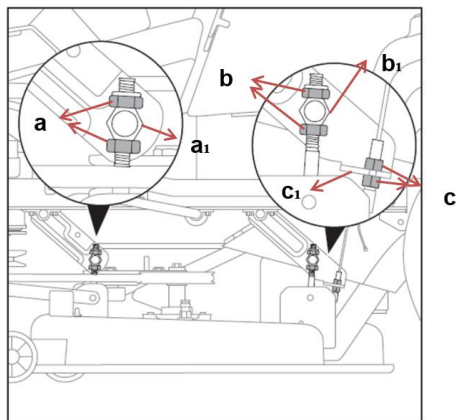

Fig.22
3. Rotiți piulițele de reglare (a,b,c) în sus pentru a ridica sau în jos pentru a coborî platforma de tăiere. (Fig. 22)